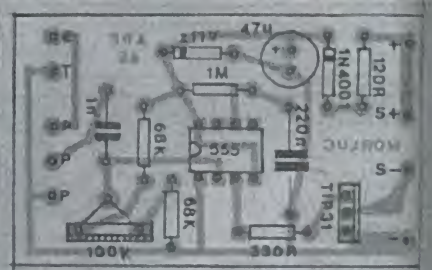
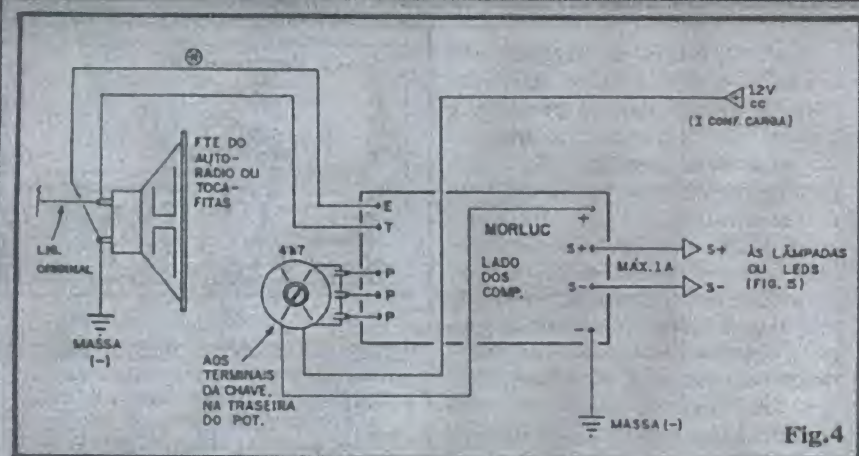

Fig.3
Fig.4
- FIG. 3 - CHAPEADO DA MONTAGEM - Placa agora vista pelo seu lado não cobreado, principais peças posicionadas e identificadas pelos seus códigos, valores, etc. Esse "estilo" de chapeado é o adotado por APE, não necessariamente igual ao visto em outras publicações nacionais ou estrangeiras de Eletrônica... Entretanto, como a estilização é muito clara (ou os componentes são vistos pelo seu "contorno" real, aparente, ou pelo seu símbolo esquemático), dificilmente alguém "dançará" nas interpretações... Se ocorrerem dúvidas, contudo, uma consulta ao TABELÃO APE (nas primeiras páginas da Revista) será suficiente para eliminá-las...
- FIG. 4 - CONEXÕES EXTERNAS À PLACA - Assim como na fig. 3, o Circuito Impresso é visto pelo seu lado não cobreado, agora, porém, com ênfase nas ligações feitas "da placa pra fora", ou seja: as conexões externas... Todos os pontos de ligação periférica encontram-se devidamente